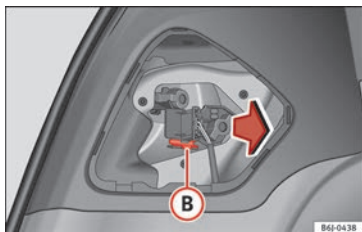

Fig. 199 Desmontaje del portalámparas.
- Desmonte el portalámparas presionando el clip de sujeción **(B)** » **fig. 199** y extrayéndolo hacia fuera.